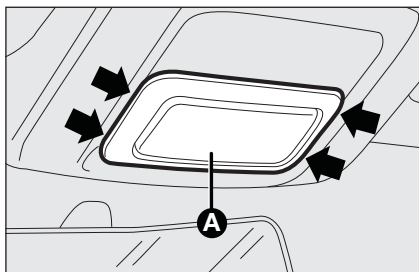

fig. 25
- à l'aide du tournevis fourni, extraire le plafonnier **A**-fig. 25 en agissant sur les points indiqués par les flèches ;